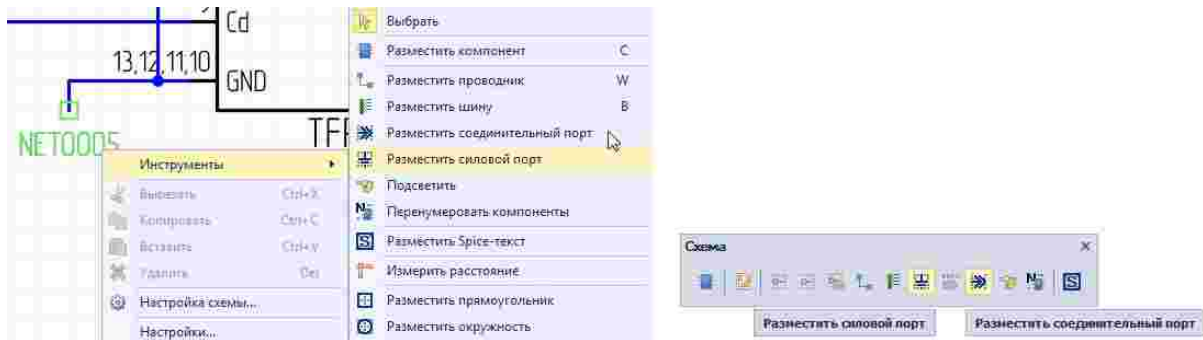

Рис. 103 Вызов инструмента размещения порта из главного и контекстного меню
4. Вызвать действия, определяющие тип порта, который нужно подключить: «Разместить соединительный порт» или «Разместить силовой порт» либо вызвать одноименные действия из функциональной панели «Схема» главного меню, см. Рис. 103.